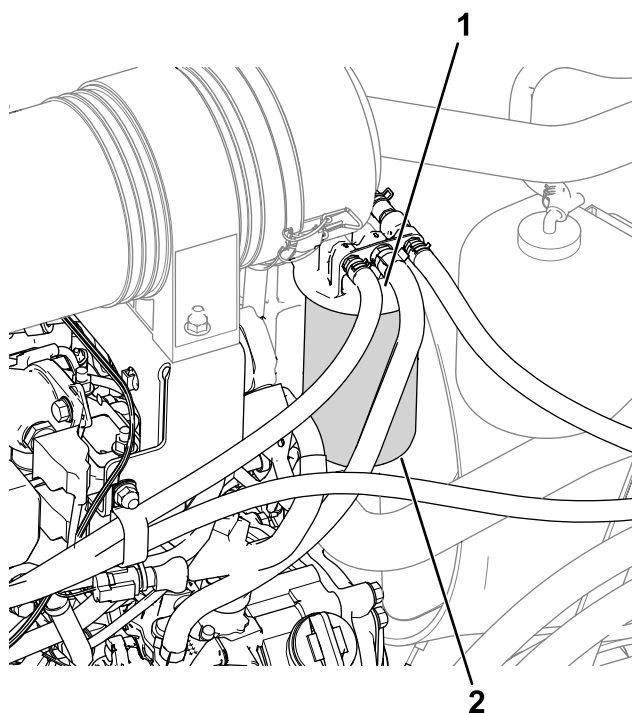

Figure 55
1. Nettoyez la surface autour de la tête du filtre à carburant (Figure 55).
2. Déposez le filtre et nettoyez la surface de montage de la tête du filtre (Figure 55).